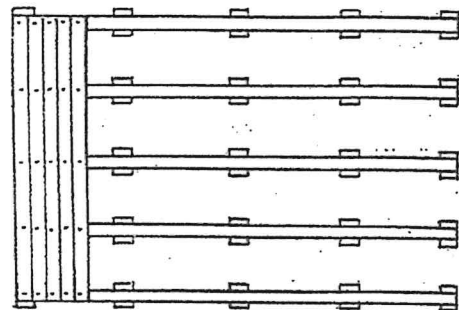

Abb. 2: Fichtenbretter quer zu den Lagern (Draufsicht)
3. Fichtenbretter der Länge 3,50 m quer zu den Kanthölzern als Unterboden möglichst fugendicht aufnageln oder aufschrauben (Abb.2)